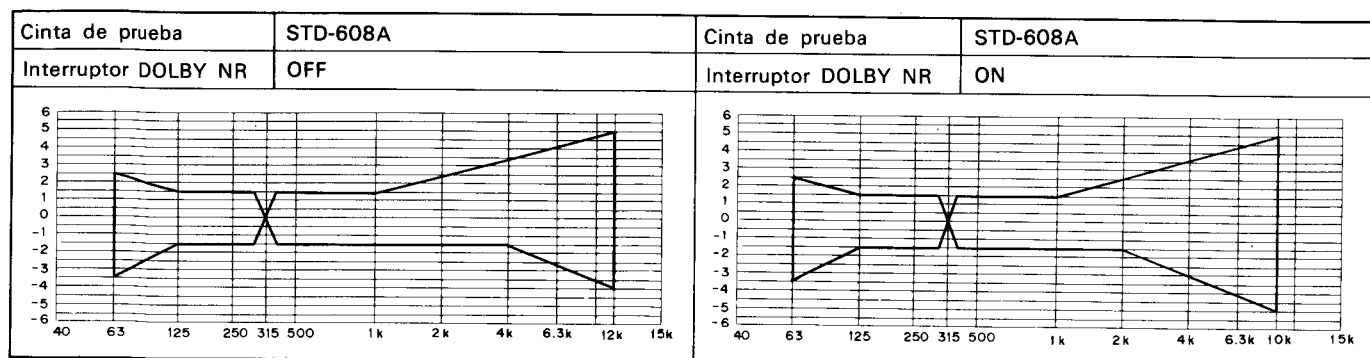

Fig. 12-8 Zona de tolerancia de copia y respuesta de frecuencia de reproducción (NORM)
- Cambiar la cinta de prueba y la posición del interruptor DOLBY NR y comprobar que la zona de respuesta en frecuencia indicada en la Fig. 12-8,9 se satisfaga.